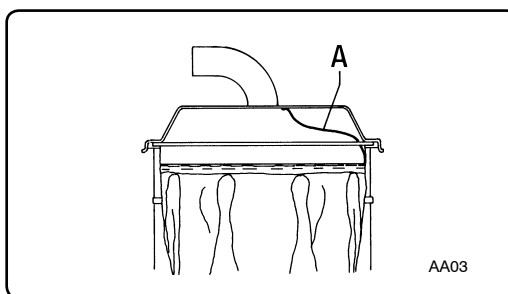

Рис. 7.5.5
7.5.3 - Замена фильтра в пылесосе версии «В1» (рис. 7.5.5)